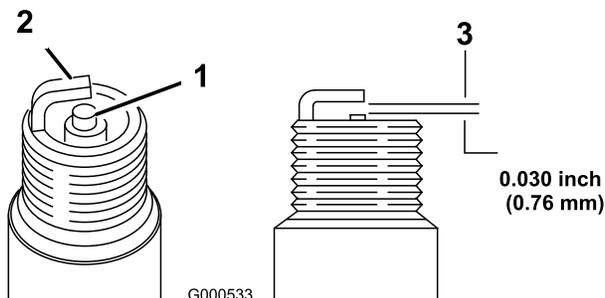

Figura 28
- Impostate la luce sul tappo a 0,76 mm (Figura 28).